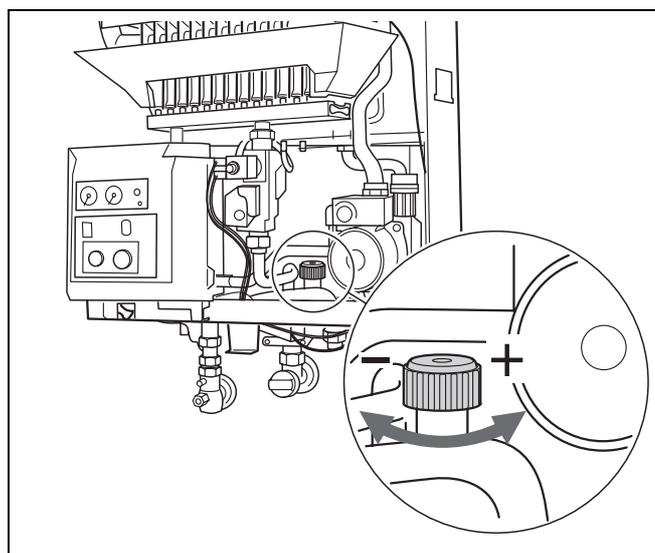

Fig. 25 Limitatore di portata dell'acqua calda
- Eseguire la taratura desiderata al limitatore di portata dell'acqua calda (fig. 25):